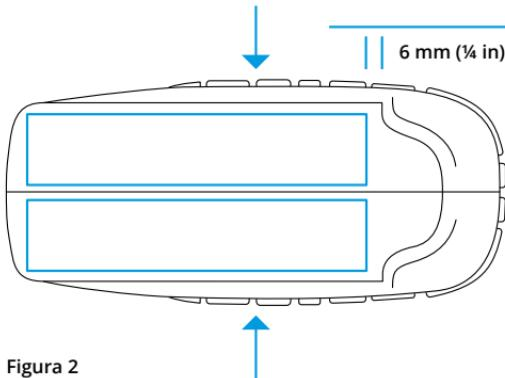

Figura 2
1. Applicare un sottile strato di super colla cianoacrilica sulla superficie di unione della suola in gomma. L'adesivo deve trovarsi a 6 mm ( $\frac{1}{4}$  in) di distanza dal bordo degli incavi delle dita dei piedi, vedere la figura 2.
3. Premere l'una contro l'altra le due metà della suola in gomma nella direzione mostrata dalle frecce nella figura 2.